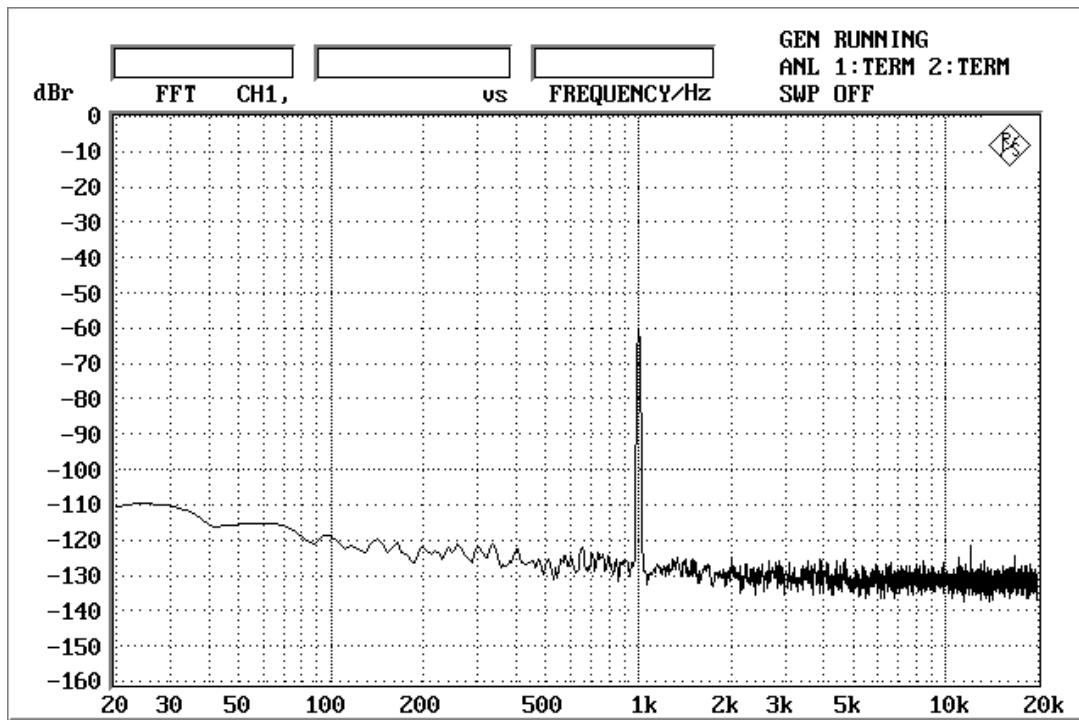

Figure 1-1-7. FFT (1kHz, -60d BFS)
- Figure 1-1-7. FFT (1kHz, -60dBFS)